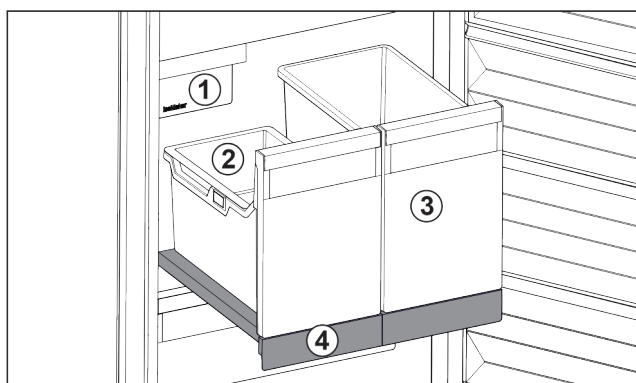

Fig. 24 Выдвижная панель с IceTower
- (1) IceMaker
- (2) Подвесной лоток для кубиков льда
- (3) Контейнеры для пиццы, алкогольных напитков
- (4) Выдвижная панель
На выдвижной панели находятся два высоких контейнера (IceTower). В контейнере Fig. 24 (2) собираются и хранятся кубики льда из IceMaker. Контейнер Fig. 24 (3) подходит для хранения высоких продуктов, таких, как пицца или алкогольные напитки.